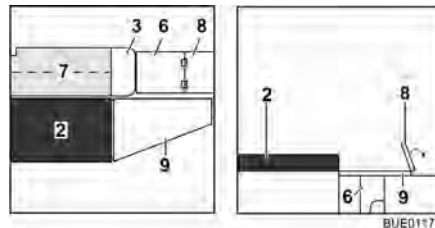

Fig. 122 Durante la trasformazione
- Estrarre la prolunga del cassone letto (Fig. 122,6).
- Ribaltare la prolunga della piastra del sedile (Fig. 122,8) verso l'esterno.
- Aprire il cuscino aggiuntivo (Fig. 122,7) e collocarlo sul tavolo.
- Agganciare l'allargamento letto (Fig. 122,9) negli alloggiamenti sulle casapanche.